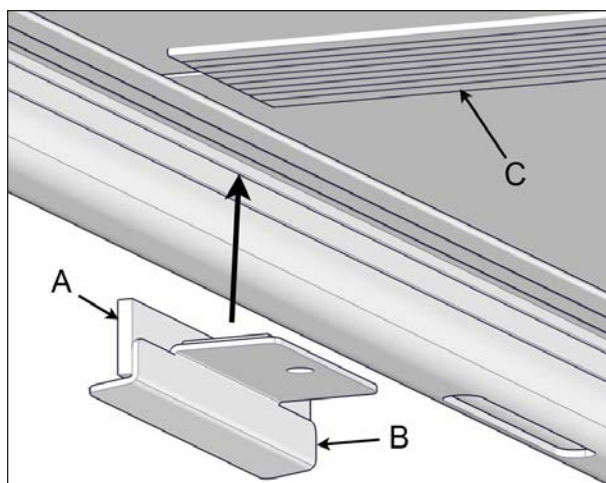

FIGURE 92: POSITION DU RACLEUR
3. Sous le couvercle, repérer un profilé en I et orienter le rabat large du joint racleur vers l'extérieur du couvercle, voir Figure 92.